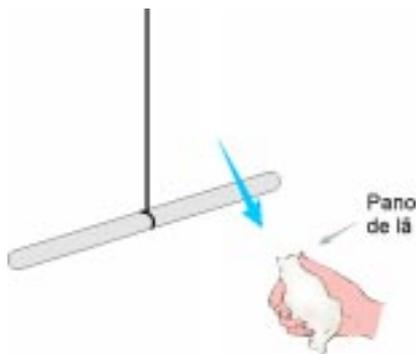
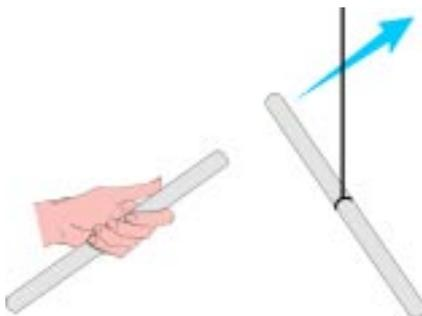
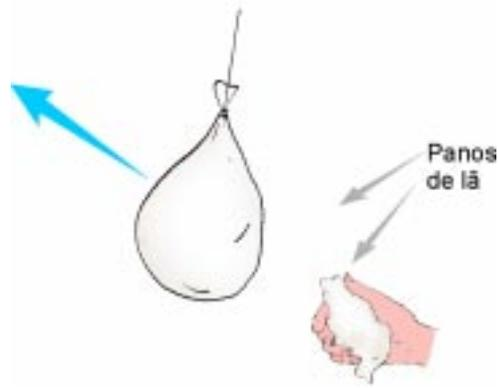

FIGURA 2.1 – O vidro e a lã se atraem.
FIGURA 2.2 – Os bastões de vidro e a lã se repelem.
FIGURA 2.3 – Os panos de lã se repelem.
**Eletrização por Atrito:** Podemos realizar uma experiência simples utilizando um pano de lã e um bastão de vidro. Ao esfregarmos um no outro, podemos notar que o vidro atrai a lã e vice-versa (figura 2.1). Contudo, se repetirmos a experiência com um conjunto idêntico ao acima e aproximarmos os dois bastões de vidro, notaremos que estes se repelem (figura 2.2), o mesmo acontecendo com os dois panos de lã (figura 2.3).